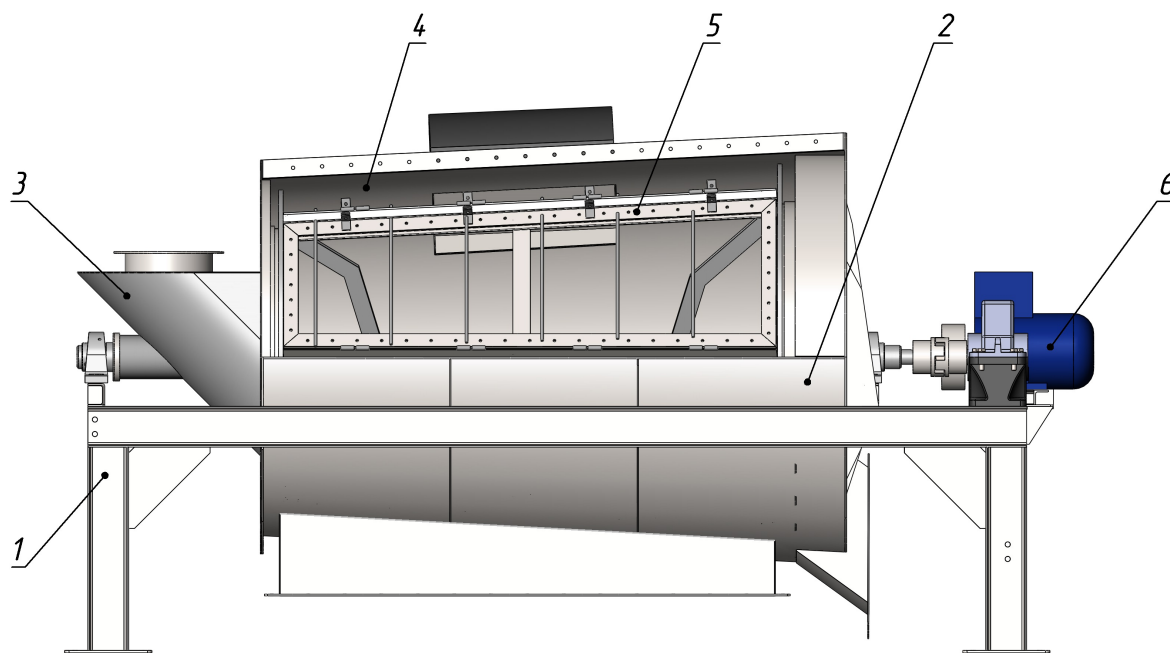

Рис.1.
4.1. Установка для просеивания БГ-2 (Рис.1) состоит из следующих основных частей: